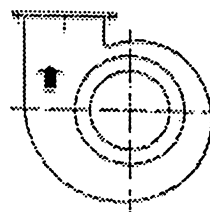

Fig 8
- Vérifiez régulièrement, au moins un fois au début de chaque saison d'utilisation, le sens de rotation de l'unité de ventilation comme il est montré par le flèche sur le ventilateur (voir fig. 8).